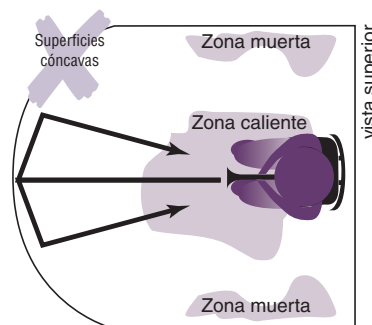

FIGURA 23
- Asegúrese de fijarse en la forma de la sala. Los cielorrasos cóncavos y las paredes curvas enfocan la energía del sonido generando zonas calientes y muertas (figura 23).